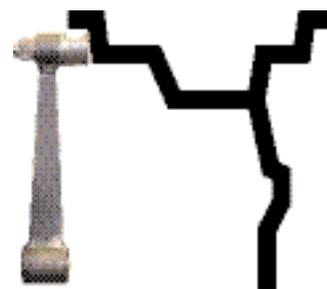

Рис. 10.1
10.2. Данная модель СБ снабжена устройством, позволяющим автоматически вводить диаметр "d" колеса и дистанцию "A". Для этого необходимо, взяв за рукоятку, вытянуть из корпуса СБ штангу ввода параметров, подвести палец на конце рукоятки к месту установки корректирующих грузов на внутренней стороне обода (см. рис. 10.1) и удерживать штангу в этом положении до появления звукового сигнала, после чего вернуть штангу в исходное положение. При этом экран основного рабочего ре-
Примечание. На маркировке диска указывается диаметр по посадке резины. А с помощью выдвижной штанги вводится диаметр места установки груза, например, на рис. 10.1 вводится диаметр места установки груза на пружинке, который больше диаметра по посадке резины примерно на 1 дюйм.